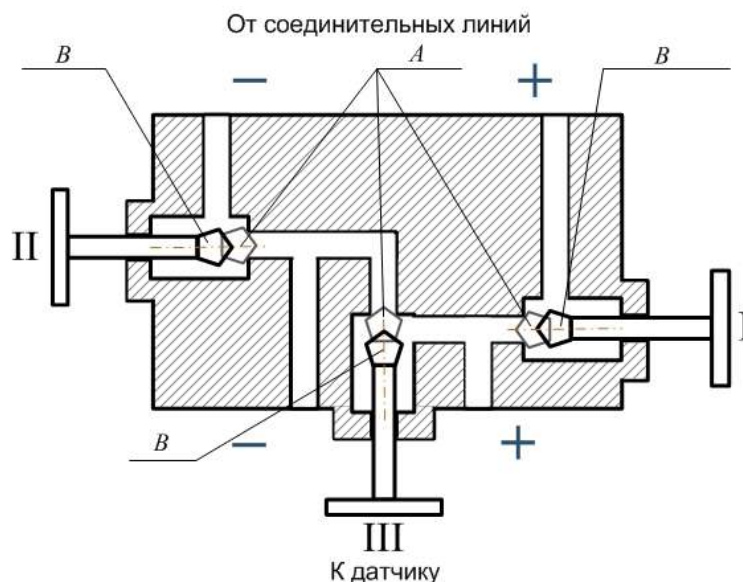

Рисунок 2 — Схема клапанного блока
2.2.10 Для исключения случаев возникновения односторонних перегрузок в процессе эксплуатации преобразователей разности давлений необходимо строго соблюдать определенную последовательность операций при включении преобразователя давления в работу при использовании клапанного блока (рисунок 2):